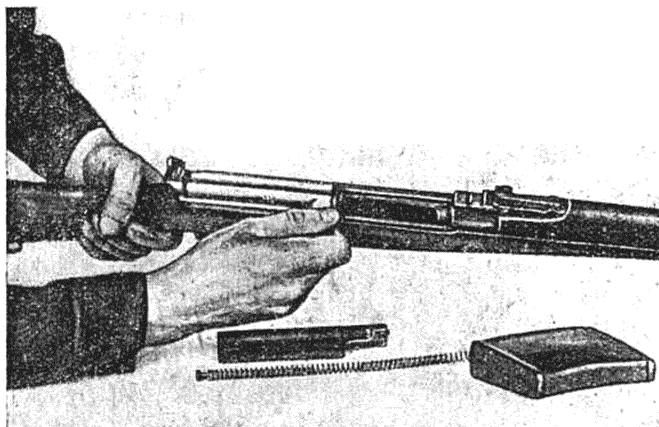

Рис. 66. Вставление затвора в коробку.
7. Вставить затвор вместе со стеблем затвора в пазы коробки и продвинуть его вперед (рис. 66).